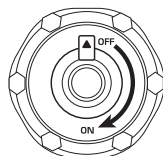

Fig. 4
3. Abra la ventilación en la tapa del combustible a la posición "ON" (fig. 4).